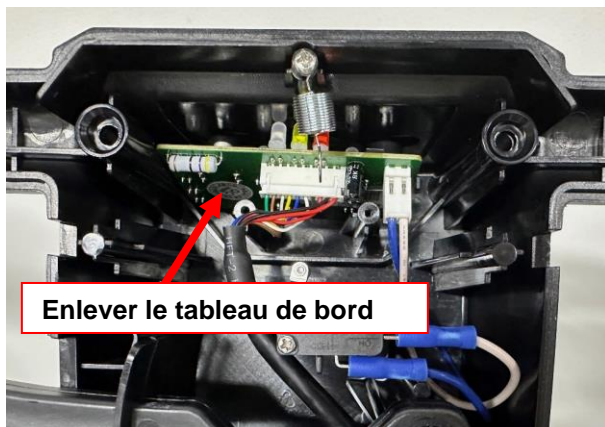

Figure 11
21. Enlever le tableau de bord (figure 11).